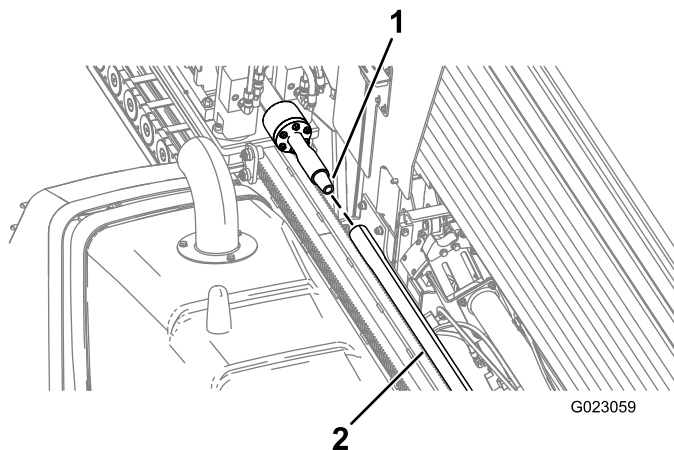

Рисунок 87
6. Поверните буровой шпиндель по часовой стрелке и медленно переместите каретку вперед, чтобы вставить шпиндель в конец трубы с внутренней резьбой (Рисунок 87).
9. Поверните буровой шпиндель по часовой стрелке и медленно переместите каретку вперед, чтобы вставить шпиндель в конец трубы с внутренней резьбой (Рисунок 87).